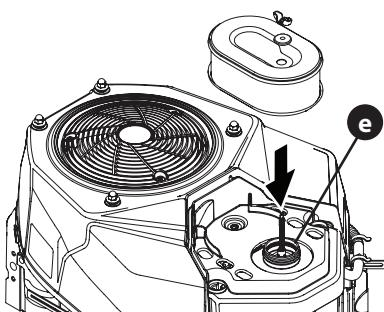

Figure 11
7. Attachez le nouveau filtre à air avec l'élément en mousse en alignant le trou du filtre à air avec le collecteur d'admission (e) (Figure 11).